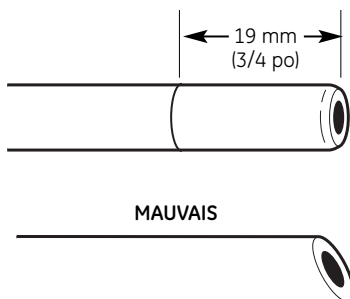

Fig. 6
1. Mesurez 19 mm (3/4 po) à partir de chaque extrémité de chaque morceau restant de tuyau (extrémité du robinet et extrémité d'entrée d'eau) et marquez avec un crayon (Fig. 6). (Vérifiez que le tuyau soit bien rond, lisse, bien coupé, bien indenté, sans des bords tranchants. Il peut s'avérer nécessaire de couper le tuyau de nouveau.)